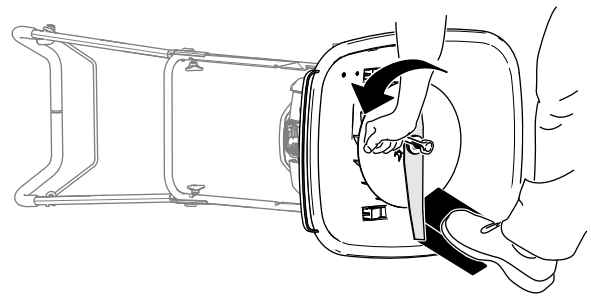

Bild 27
4. Stabilisieren Sie das Messer mit einem Holzblock (Bild 27).
5. Verwenden Sie den mitgelieferten Schraubenschlüssel, um das Messer zu entfernen, dabei die Schraube gegen den Uhrzeigersinn drehen (Bild 27).